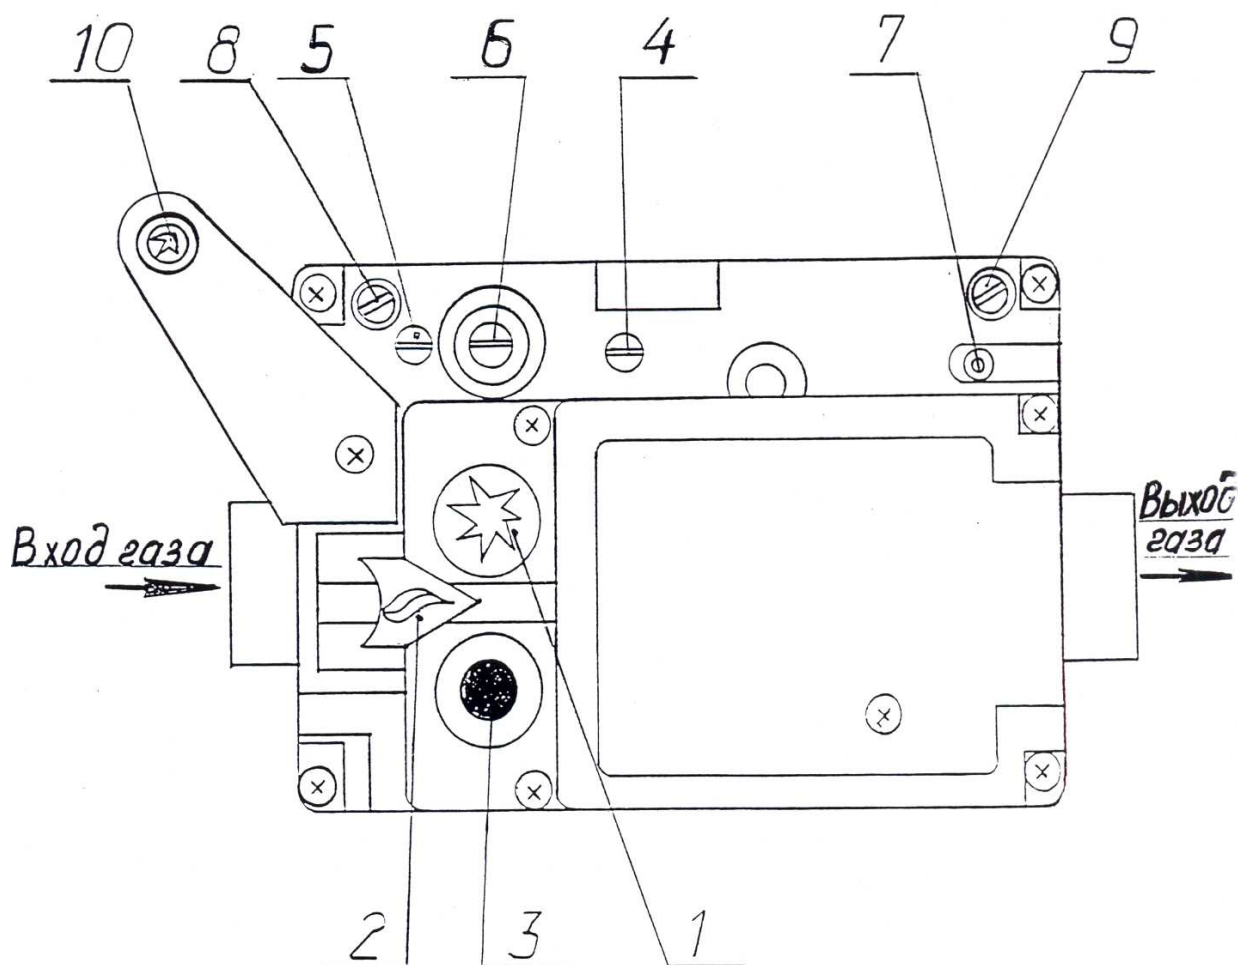

Рис.5. Элементы управления газовым клапаном.
6.3.5. Нажмите кнопку «*» (п.1 рис.5) и удерживайте её полностью нажатой – проход газа к запальной (пилотной) горелке открывается. Не отпуская кнопку «*», нажмите кнопку пьезовоспламенителя 10 до щелчка. Контролируйте розжиг запальной горелки через смотровое отверстие щитка.
6.3.8. Для включения основной газовой горелки нажмите поперечную кнопку (поз. 2, рис. 5).
6.7. Для полного выключения котла нажмите кнопку «●» (поз.3 рис.5) полностью. Отпустите кнопку. При этом кнопки «●» и «*» фиксируются в нижнем положении. Когда ток, вырабатываемый термопарой, перестанет быть достаточным для удержания магнитного блока притянутым, кнопки «●» и «*» освобождаются, и переходят в верхнее положение. Теперь имеется возможность выполнить повторный розжиг. Если в этом нет необходимости, выключите тумблер «СЕТЬ» и закройте газовый кран перед котлом.